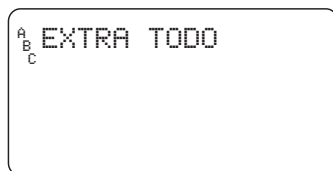

Ilustración 17:
3. Pulse el botón **SIGUIENTE** hasta que aparezca en la pantalla **"A B C Extra TODO"** [Ilustración 17]